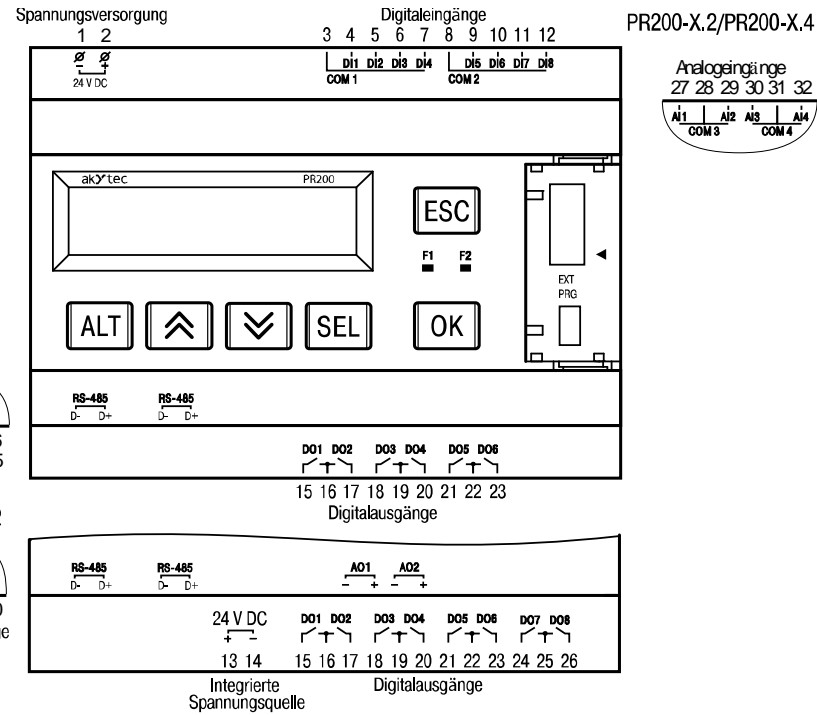

Abb. 4 Klemmleisten
- Verdrahten Sie das Gerät gemäß der Abb. 4, Tabellen 6 - 7, sowie den Schaltplänen (Abb. 5 - 9), benutzen Sie dabei die steckbare Klemmleisten (im Lieferumfang enthalten).